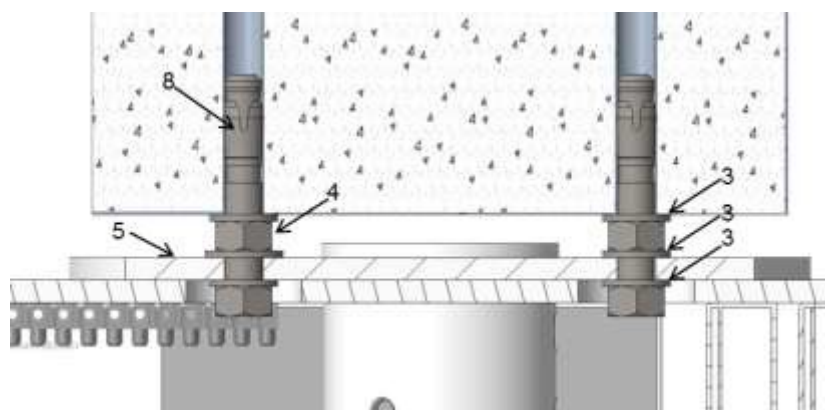
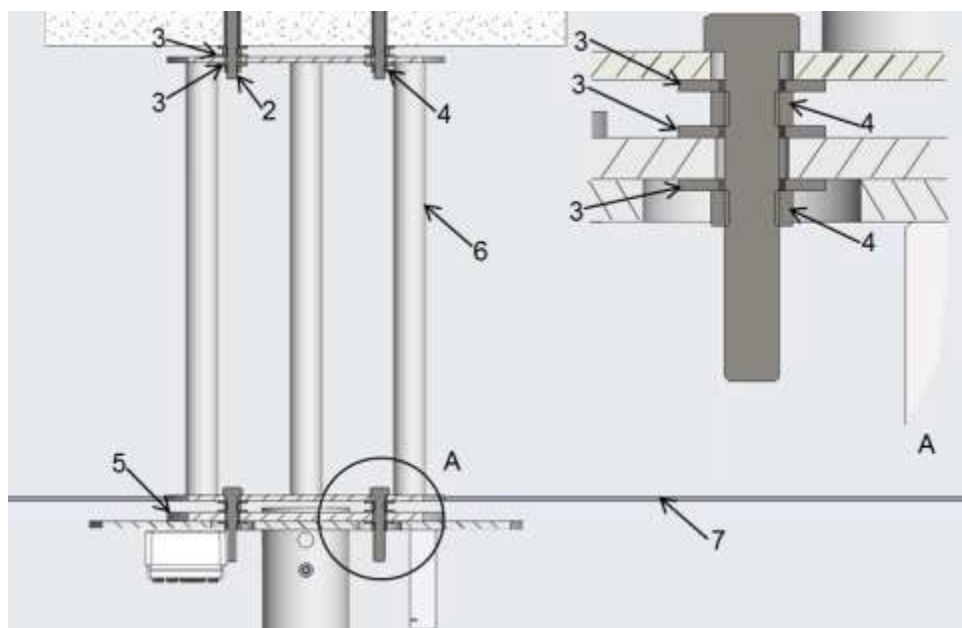

FIGURA 51 – FIXAÇÃO DA CHAPA DO EIXO COM CHUMBADOR
FIGURA 52 – FIXAÇÃO DA CHAPA DO EIXO COM EXTENSOR
Nas lajes onde a furação não pode ser passante é realizada a instalação com chumbadores (Item 8 da Figura 51) no lugar dos parafusos de fixação da chapa do eixo.
A instalação dos extensores segue o mesmo passo de fixação da chapa. Fixar primeiramente o extensor (Item 6 da Figura 52) com as porcas (Item 4) e arruelas (Item 3) e prosseguir com a montagem da chapa do eixo (Item 5) conforme ilustra a Figura 51. O item 7 da Figura 52 representa o nível do forro instalado. No caso das lajes que não podem ter furação passante, realizar a instalação do extensor com os chumbadores.